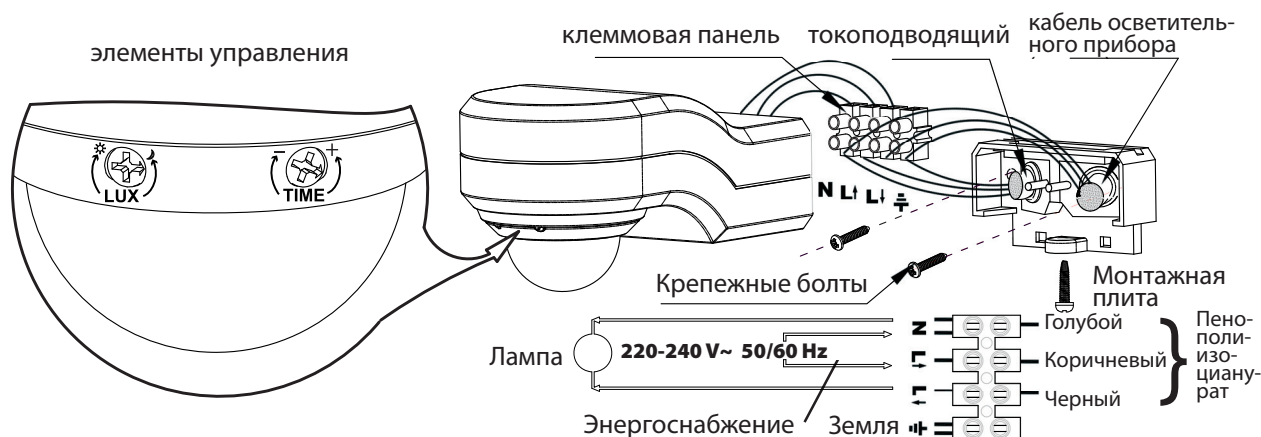

рис. 2
**УСТАНОВКА** (смотри также рис. 2)**ВАЖНО:**
8. подключите токоподводящий кабель и кабель осветительного прибора (лампы) к клеммовой панели (смотри рис. 2).
## ПОНИМАНИЕ ЭЛЕМЕНТОВ УПРАВЛЕНИЯ (см. рис. 2)